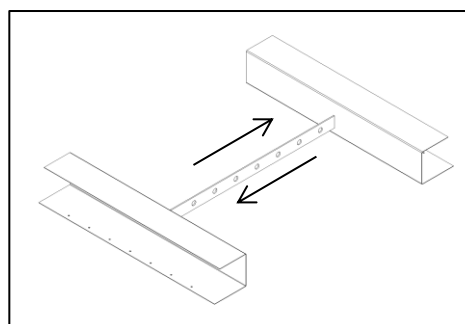

Bild 3
3. Die Querstrebe(n) wird/werden in die 2 übrig gebliebenen Zargen (kürzere Zargen mit Ausklinkung – **Bild 3**) geschoben.